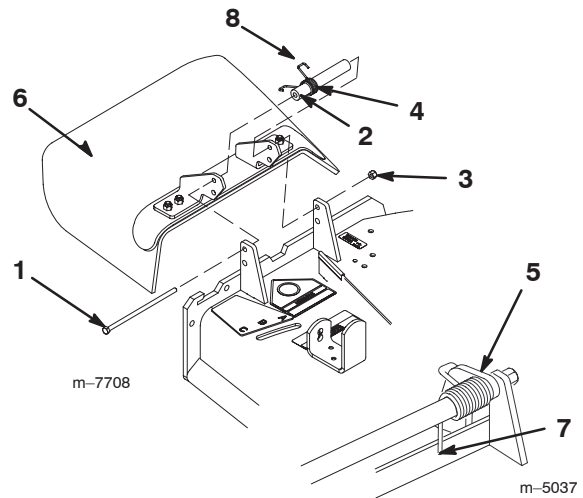

Figure 65
1. Retirez le contre-écrou, le boulon, le ressort et l'entretoise qui fixent le déflecteur aux supports de pivot (Fig. 65).
5. Accrochez l'extrémité crochue du ressort au déflecteur d'herbe (Fig. 65).